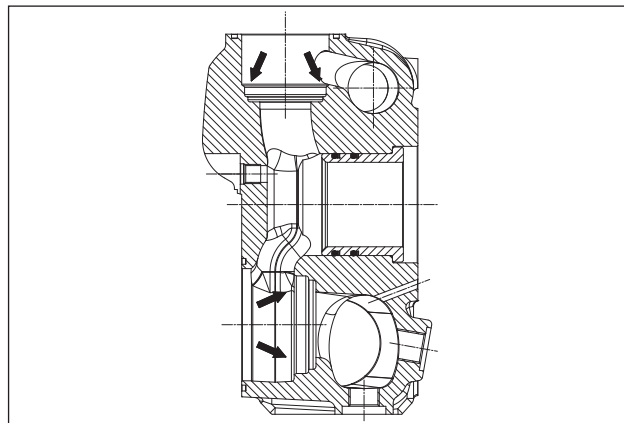

Abb. 145
Vor dem Wiedereinbau der Ventilgruppen reinigen und trocknen Sie gründlich ihre Sitze im Kopf, siehe Pfeile (Pos. ①, Abb. 145).